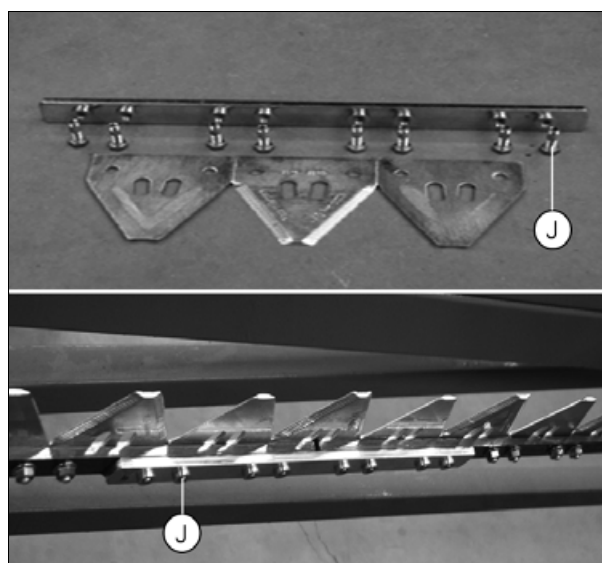

Рис. 20.
6. Нож разделен на секции, а секции собраны в сборочные узлы, как показано на (рис. 20). Затяните болты (J) моментом 15–18 Нм.